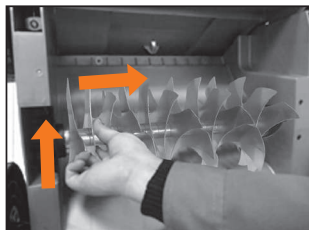

Рис. 6
1. Вставьте вал по направлениям, как показано на рис. 6, 7.